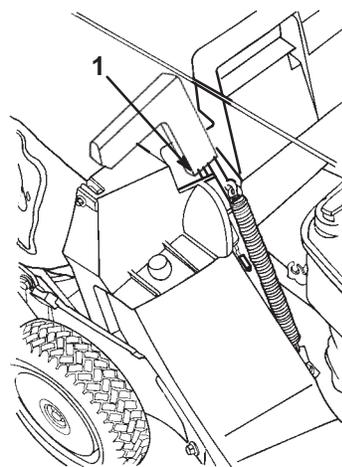

Figure 14
5. Tirez la poignée du volet d'éjection vers l'avant pour dégager le goujon de l'arrêt, puis repoussez la poignée vers l'arrière pour bloquer le goujon dans l'encoche du sac (Fig. 14).